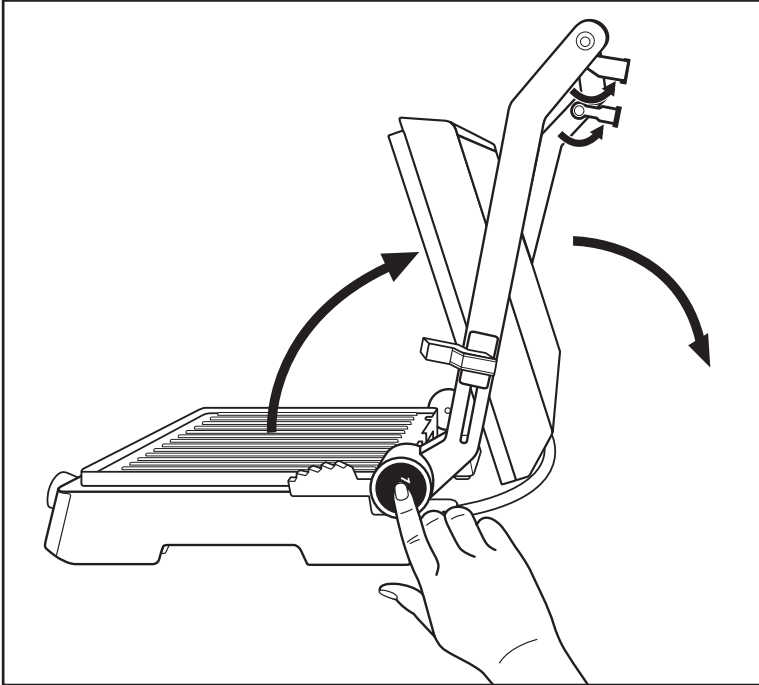

Fig. 1
- 1) Abra os dois pés de apoio ❶ (fig. 1).
- 2) Carregue na tecla de desbloqueio 180° ❸ (fig. 1) e abra a tampa do aparelho de tal forma que ambas as placas de aquecimento ❷ possam ser utilizadas como grelhador de mesa.